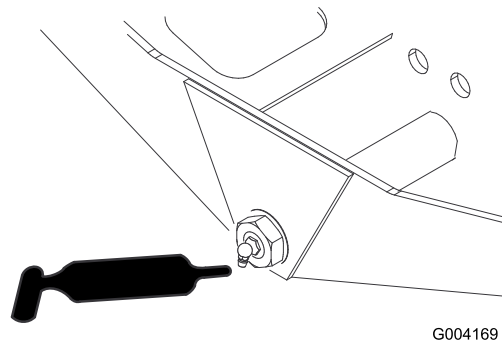

Figura 55
- Pivote de dirección (1) (Figura 55)